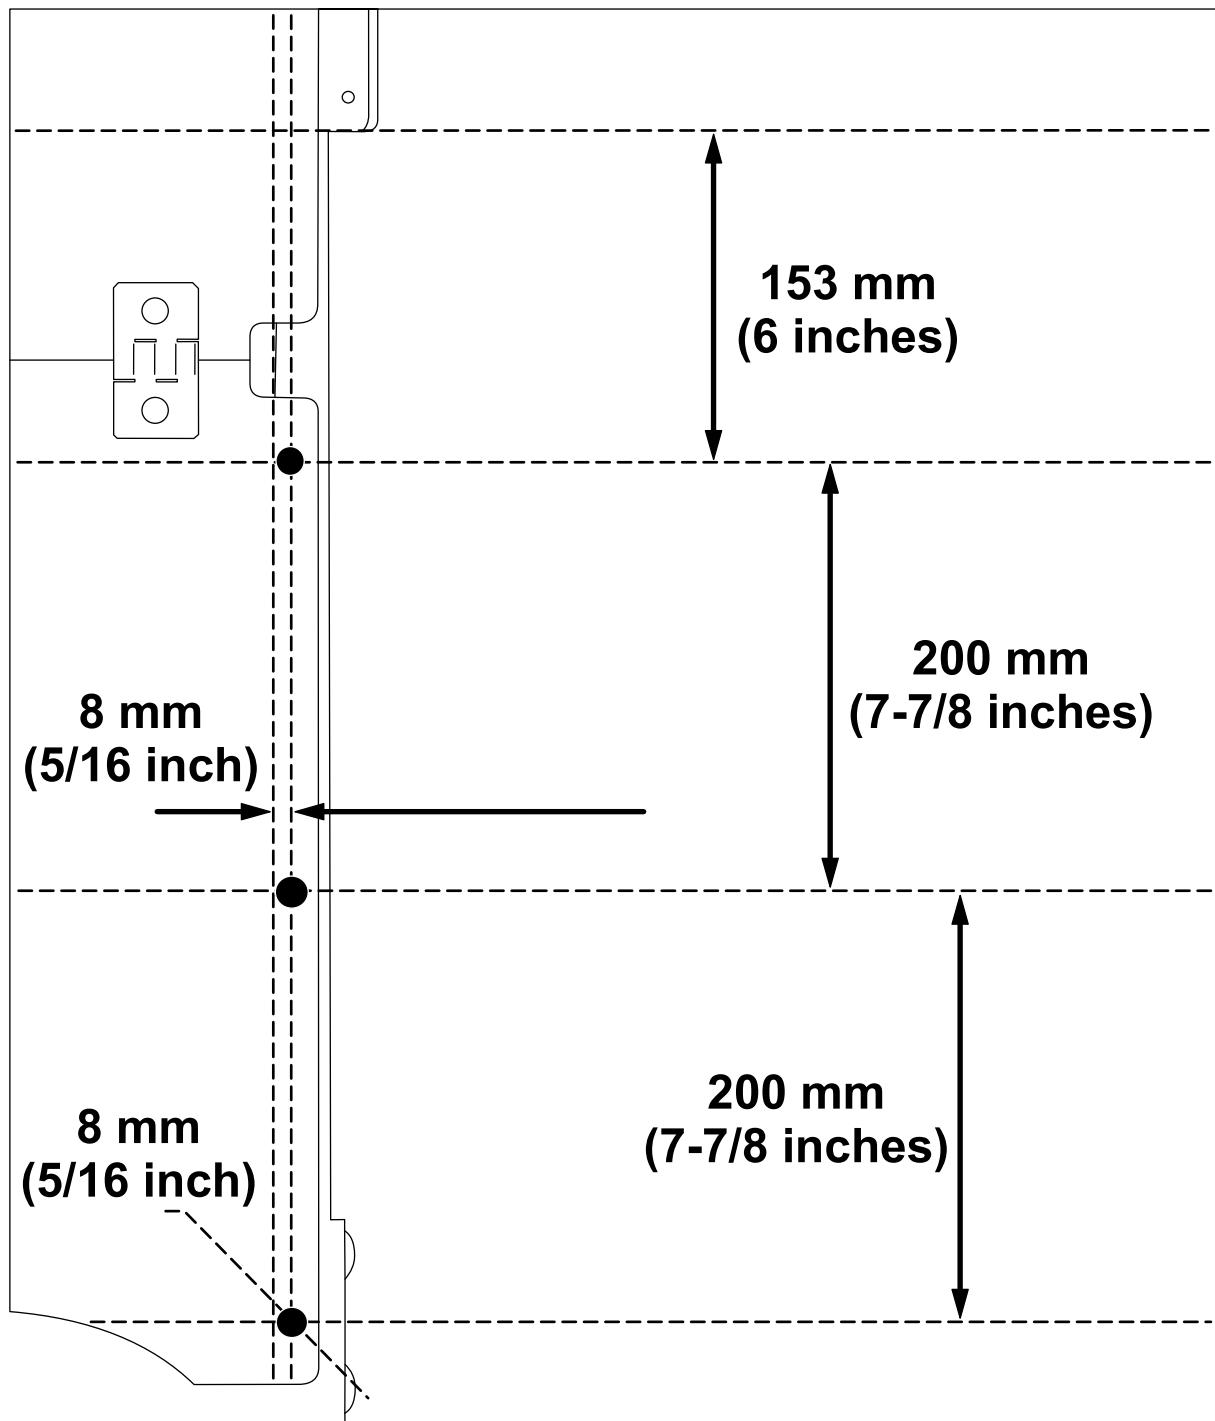

Рисунок 6
1. Отметьте и просверлите 3 отверстия (8 мм, или 5/16 дюйма) в каждой опорной трубе навеса, используя размеры, приведенные на Рисунок 6.